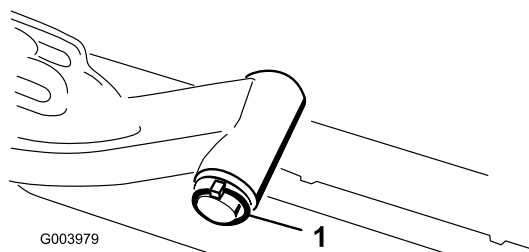

Рисунок 12
- А. Снимите шплинт и шайбу крепления оси поворота рычага к подъемному рычагу и сдвиньте ось поворота с подъемного рычага (Рисунок 12).
- С. Вставьте ось подъемного рычага в подъемный рычаг и зафиксируйте шайбой и шплинтом (Рисунок 12).